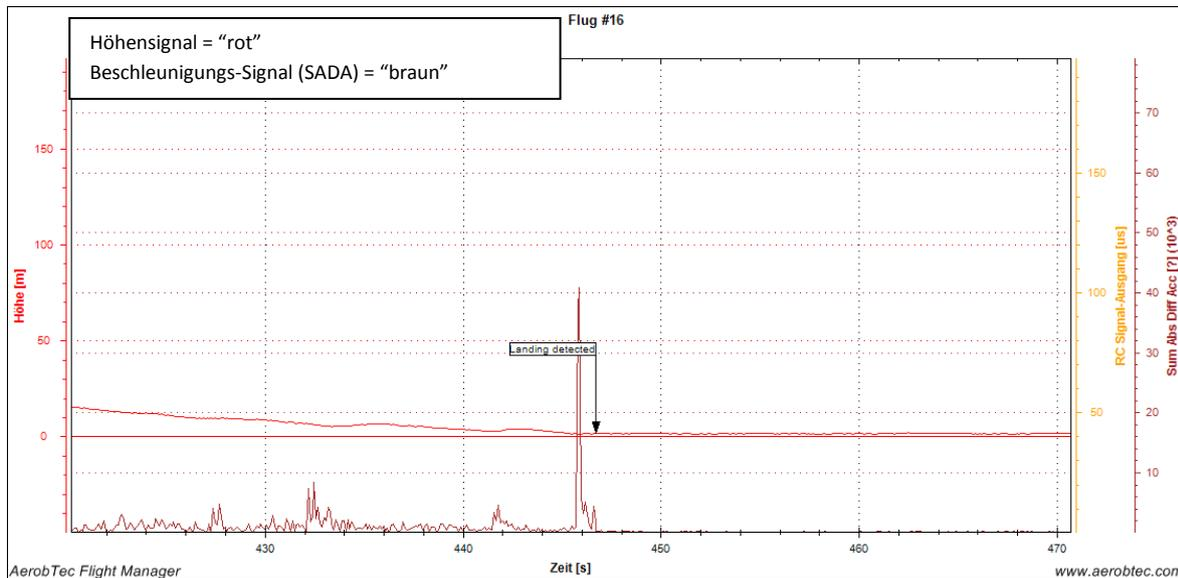

Abb.06
**Abb.06** zeigt folgenden Ablauf: Im Landeanflug sind ständig endliche SADA-Signale durch die Korrektur der Bahnkurve vorhanden; beim Aufsetzen ist ein Beschleunigungs-Peak vorhanden (dessen Amplitude allerdings stark von der „Qualität“ der Landung abhängt). **Der Stillstand des Modells (Landing detected)** ist das Ende der Flugzeit und wird zehntelsekundengenau erfasst.